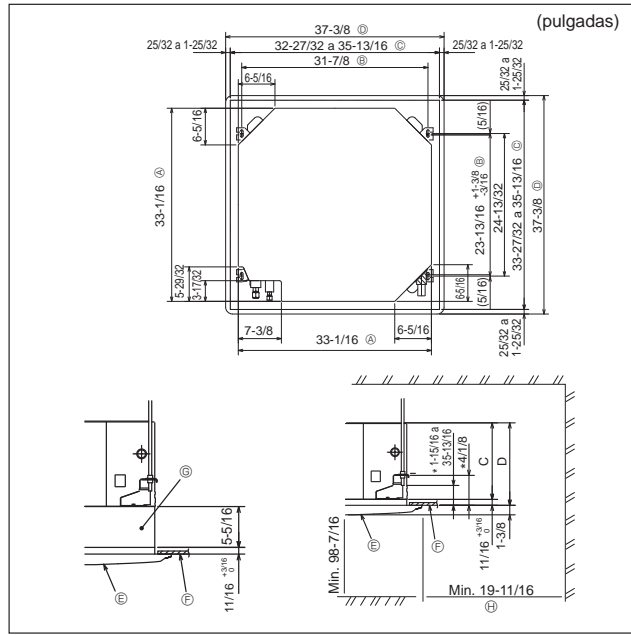

Fig. 2-2
2.2. Apertura del techo y ubicación de los tornillos de suspensión (Fig. 2-2)
- Las dimensiones de la apertura del techo pueden ajustarse dentro de los valores indicados en Fig. 2-2; centre la unidad principal en la apertura asegurándose de que los lados opuestos respectivos alrededor de la apertura sean idénticos.
- (A) Lado exterior de la unidad principal
- (B) Paso del tornillo
- (C) Apertura en el techo
- (D) Lado exterior de la rejilla
- (E) Rejilla
- (F) Techo
- (G) Caja multifuncional (opcional)